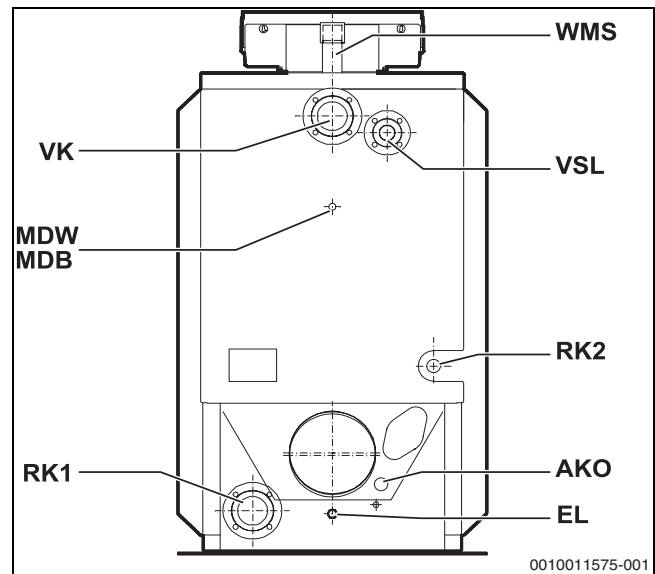

Рис. 12 Подключение котла
- ▶ Подсоедините предохранительный клапан к штуцеру подключения предохранительной линии [VSL] (→ рис. 12, стр. 20).